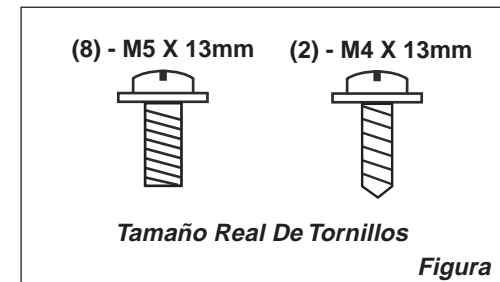
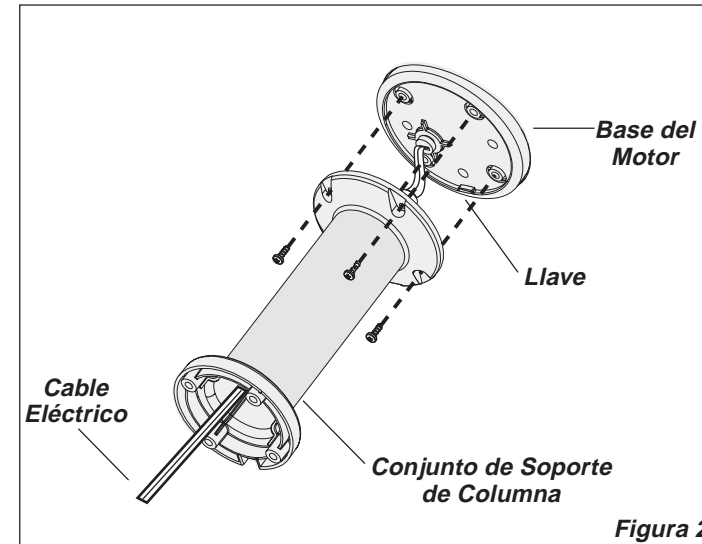

Figura 1
Figura 2
El Calefactor puede ser operado con los controles manuales ubicados en el Calefactor (como se muestra en la Figura 1) o mediante su control remoto (como se muestra en la Figura 2).
CONTROL REMOTO (Figura 2)
2. Una el **Conjunto de Soporte de Columna** a la **Base del Motor** con (4) tornillos M5 X 13mm. Cerciérese de que la **Llave** que está en la **Base del Motor** quede alineada con la **Muesca de Ubicación** en el **Conjunto de Soporte de Columna**. (Figura 2)